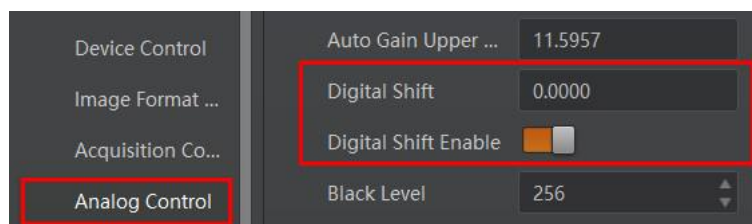

图11-26 数字增益设置
2. 在 *Digital Shift* 参数中输入需要设置的数字，如图 11-26 所示。